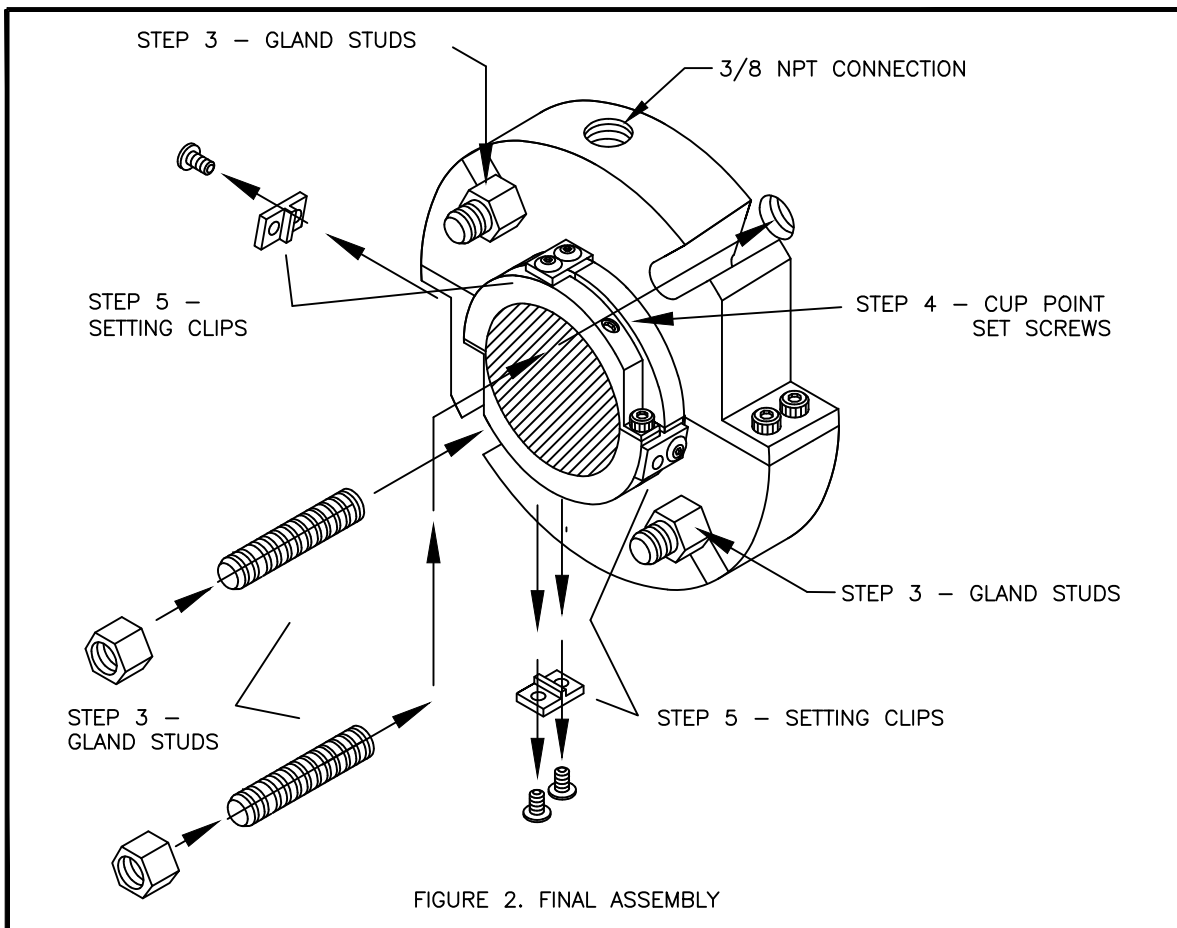

FIGURE 2. FINAL ASSEMBLY
1. HOLD BOTTOM HALF UP AGAINST SHAFT. CAREFULLY ALIGN TOP HALF USING PINS MAKING SURE NEVER TO RELEASE PRESSURE OF BOTTOM HALF AGAINST THE SHAFT. START THE (4) LARGE SHOULDER SCREWS IN GLAND HOLES AND THE (4) SMALL SHOULDER SCREWS IN SLEEVE AND TIGHTEN ALL FINGER TIGHT.
2. USING ALLEN WRENCH(S), TIGHTEN ALL (8) SHOULDER SCREWS ALTERNATELY SO HALVES COME TOGETHER PARALLEL (SEE TABLE 1 FOR TORQUE SETTINGS).
3. PUSH SEAL FORWARD UNTIL IT CONTACTS THE STUFFING BOX FACE. PUT GLAND STUDS BACK IN AND TIGHTEN ALTERNATELY UNTIL 80-100 in-lbs OF TORQUE IS ACHIEVED. **DO NOT OVER TIGHTEN** (SEE FIGURE 2).